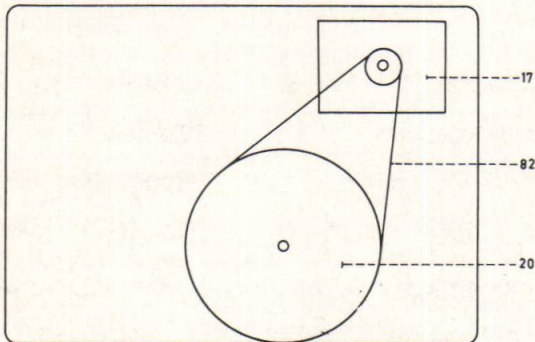

Fig. 1
a. De motor 17 is door middel van een snaar met het vliegwiel 20 gekoppeld. Zodra het apparaat wordt ingeschakeld, begint de motor en hierdoor het vliegwiel te draaien, fig. 1.